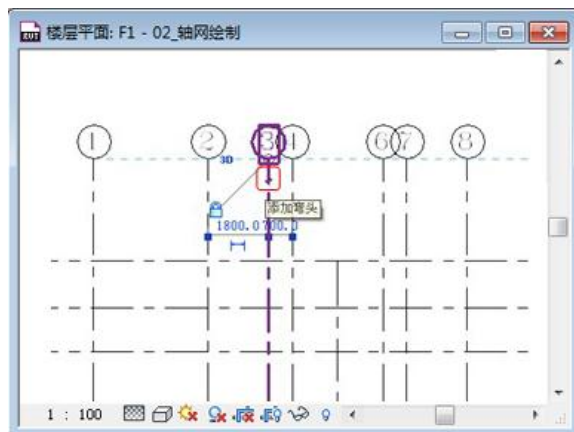
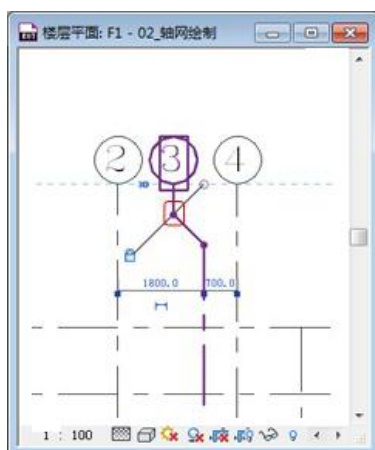
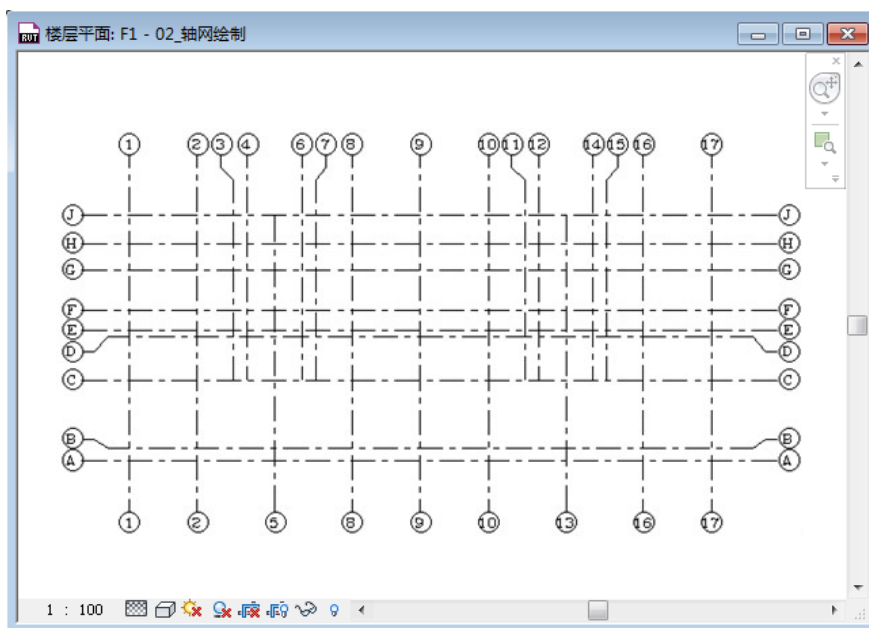

图 1-23
图 1-24
图 1-25
- 12) 为距离近，产生干涉的轴网添加弯头：本例中需要选择 3 号轴线（如图 1-23 所示），单击轴线标头内侧的“添加弯头”符号 ，偏移 3 号轴线标头，可拖拽夹点修改标头偏移的位置（如图 1-24 所示）。使用同样的方法处理轴线标头：7、11、15、B、D，编辑完成（如图 1-25 所示）。